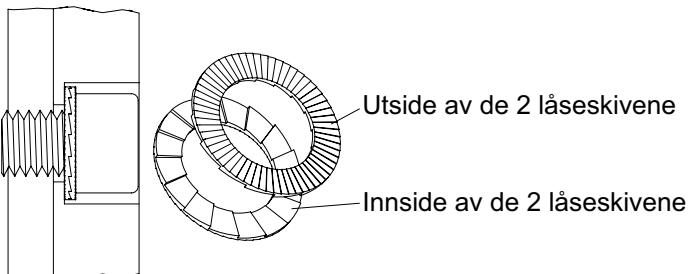

Fig. 17 Monteringsposisjon for Nord-Lock®-låseskiver
**OBS** *Pass på at låseskivene monteres i riktig stilling (fig. 17 Monteringsstilling for låseskiver) og at de har foreskrevet tiltrekningsmoment!*
2. Skyv propellen på (6).
3. Sett på O-ringen (5).
4. Sett på propellskiven (2).
5. Sett på O-ringen (4).
6. Sett på låseskivene (3). Pass på monteringsstillingen, se også fig. 17 Monteringsstilling for låseskiver.
7. Trekk til sylinderenskruen (1) med et tiltrekningsmoment på 56 Nm.